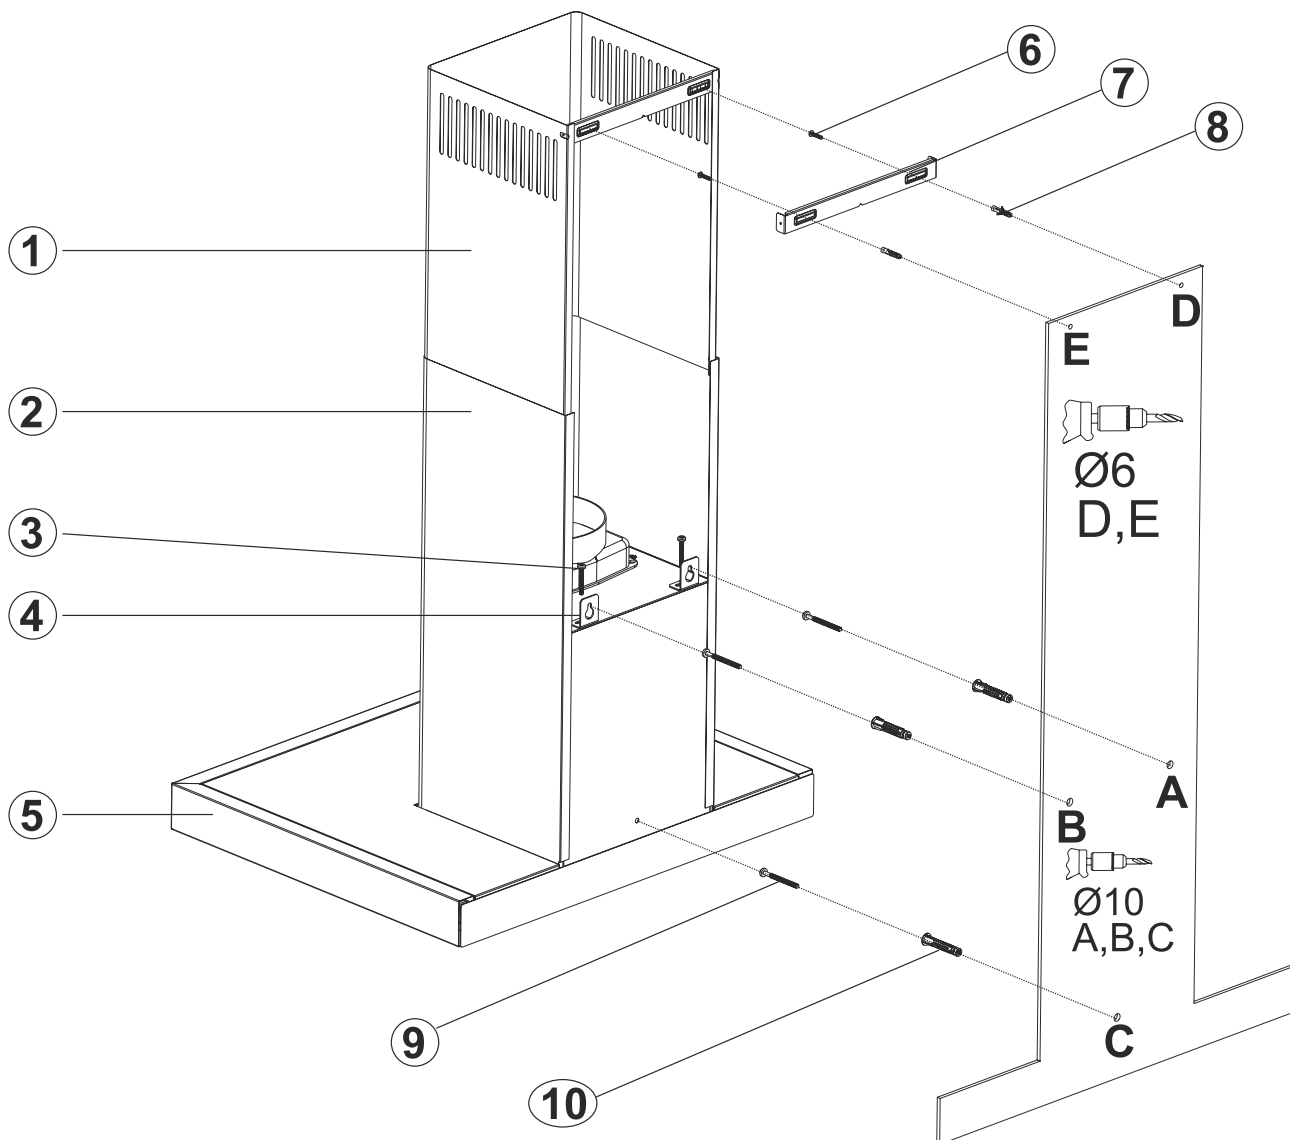

Fig. 12
2. ➔ Fissare la dima di montaggio sulla parete all'altezza specificata (Vedere le distanze progettate minime e massime dal piano di lavoro), quindi eseguire i fori A, B e C con le dimensioni indicate nel modello (Fig. 12).
- 3.** ➤ Inserire i tappi a parete, Ø 10mm nei fori realizzati con trapano A, B, C, D, e avvitare le viti 5.5 x 60 (9) nei punti A + B, in modo tale da lasciare uno spazio di 5mm fra la testa della vite e la parete (Fig. 12)
- 4.** ➤ Fissare le piastre di sospensione del piano cottura sul corpo della cappa con viti M5x35 (3) (Fig. 12).
- 5.** ➤ Sospendere la cappa dalle piastre di sospensione sulla parete nei punti (A, B). Se la cappa non è parallela, posizionarla in parallelo serrando o allentando le viti M5x35 (3).